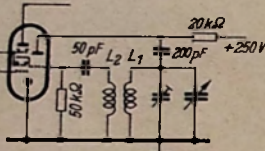
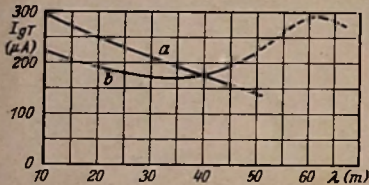

Bild 1. Übliche Oszillatorschaltung für den Kurzwellenbereich
Bild 2. Abhängigkeit des Oszillatorkitterstromes von der Wellenlänge
Bild 1 zeigt die übliche Oszillatorschaltung. Bei 6 MHz beträgt der Resonanzwiderstand des Oszillatorkreises etwa 5 kΩ, während er bei 20 MHz bis auf etwa 15 kΩ ansteigt. Die üblichen Mischröhren benötigen für größte Mischsteilheit und geringstes Rauschen eine Oszillatorspannung ($I_{GT} \times R_{pT}$) von etwa 10 V, also bei
- a) für die Schaltung nach Bild 1 (Schwankung + 45% bis -30% vom Sollwert 200 μA)
$R_{pT} = 50 \text{ k}\Omega$ einen Gitterstrom von $I_{GT} = 200 \mu\text{A}$. Bei der in Bild 1 dargestellten Schaltung erfordert dies eine sehr feste Rückkopplung. Deshalb wird meist die Windungszahl der Rückkopplungsspule ebenso groß gemacht wie die der Schwingkreisspule. Trotzdem bleibt der Gitterstrom bei 6 MHz noch erheblich unter dem günstigsten Wert, so daß die Mischsteilheit absinkt, das Rauschen steigt und der Anodenstrom der Oszillatortriode in vielen Fällen den mit Rücksicht auf die Lebensdauer zulässigen Höchstwert von etwa 6 mA überschreitet. Andererseits ist die Rückkopplung dann am kurzwelligen Ende (20 MHz) zu fest, so daß die Gefahr des Überspringens (periodisches Aussetzen des Oszillators durch Auftreten von Klipp-schwingungen) besteht und der Gitterableitwiderstand verringert werden muß. Eine zu große Oszillatoramplitude hat außerdem vermehrte Pfeifstellen zur Folge. Durch die feste Rückkopplung wird die Änderung der Gitter-Katodenkapazität, die beim Regelvorgang auftritt, praktisch in ihrer vollen Größe auf den Schwingungskreis übertragen, so daß der Schwundausgleich mit einer erheblichen Frequenzverwerfung (meist mehrere kHz am kurzwelligen Ende) verknüpft ist, wenn man nicht auf eine Regelung der Mischröhre im Kurzwellenbereich verzichtet. Es ist schwer, einen günstigen Kompromiß zu finden und wie Kurve a in Bild 2 zeigt, ist auch hierbei noch die Änderung der Oszillatoramplitude etwa 1 : 2.
Eine Schaltung, die die beschriebenen Nachteile nicht aufweist, ist in Bild 3 dargestellt. Die Rückkopplungsspule liegt nicht direkt am Gitter, sondern es ist der Serienresonanzkreis L_3, C dazwischen geschaltet. Seine Resonanzfrequenz liegt etwas unter der niedrigsten Frequenz des Empfangsbereichs, also bei 4,75 MHz bzw. 63 m, wenn der Empfangsbereich bis 6 MHz bzw. 50 m reicht. Am kurzwelligen Ende, bei 20...25 MHz, ist der Serienkreis praktisch unwirksam, so daß nun die Rückkopplung nur so fest gemacht zu werden braucht, wie es für eine ausreichende Amplitude notwendig ist, d. h. man benötigt nur halb so viel Rückkopplungswindungen wie in der Schaltung nach Bild 1. Der Abfall der Amplitude nach längeren Wellen wird dadurch vermieden, daß bei Annäherung an die Resonanzfrequenz von L_3, C an L_3 eine überhöhte Spannung auftritt. Die Kurve b in Bild 2 zeigt den bei dieser Schaltung beobachteten Verlauf des Oszillatorkitterstromes. Sie liegt dicht bei dem Sollwert von 200 μA; die Schwankung von etwa 20% ist praktisch bedeutungslos. Ein Vergleich der Kurven a und b zeigt die beträchtliche Verbesserung, die nur eine zusätzliche Spule und einen Kondensator er-
Die Spule L_3 soll möglichst wenig mit L_1 und L_2 gekoppelt sein, man kann sie aber trotzdem ohne Bedenken auf denselben Spulenkörper wickeln. Wenn man die Induktivität von L_3 nicht ausreichend genau vorausbestimmen kann, ist es zweckmäßig, für C einen Trimmer zu benutzen, den man so einregelt, daß das in Bild 2 gezeichnete gezeichnete deutliche Maximum des Gitterstroms bei etwa 4,75 MHz, d. h. 63 m, auftritt. Die Rückkopplungsspule L_2 wird so bemessen, daß bei etwa 20 MHz, d. h. bei 15 m, der Gitterstrom den Sollwert von 200 μA erreicht. Alle genannten Frequenzen sind Empfangsfrequenzen. Die Oszillatorfrequenzen liegen um den Betrag der Zwischenfrequenz höher.